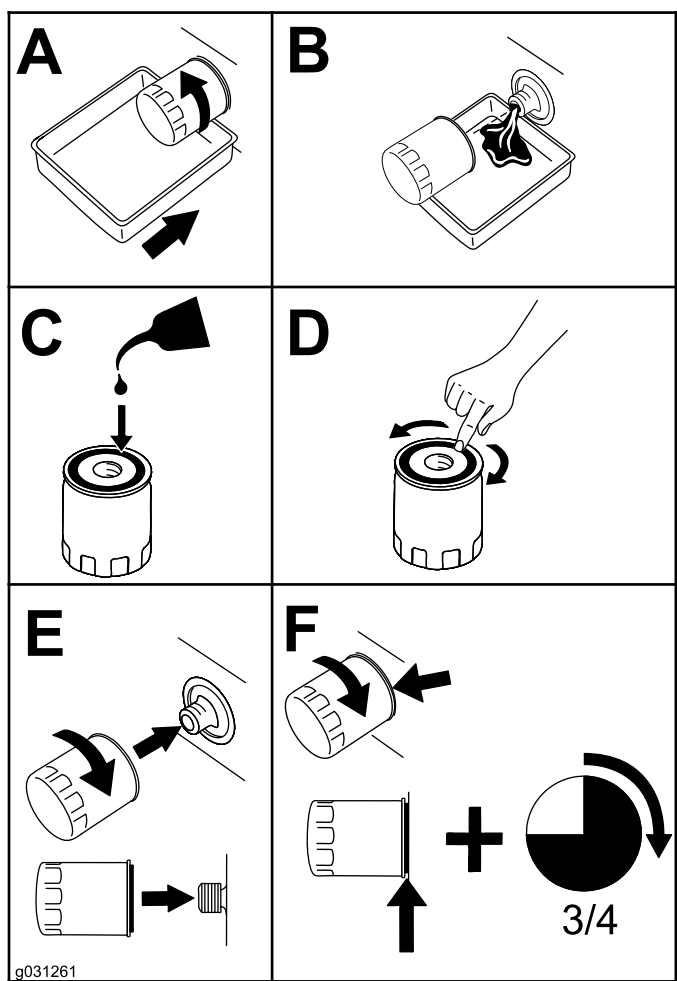

Figura 54
- Înlocuiți filtrul de ulei de motor conform indicațiilor din Figura 54.